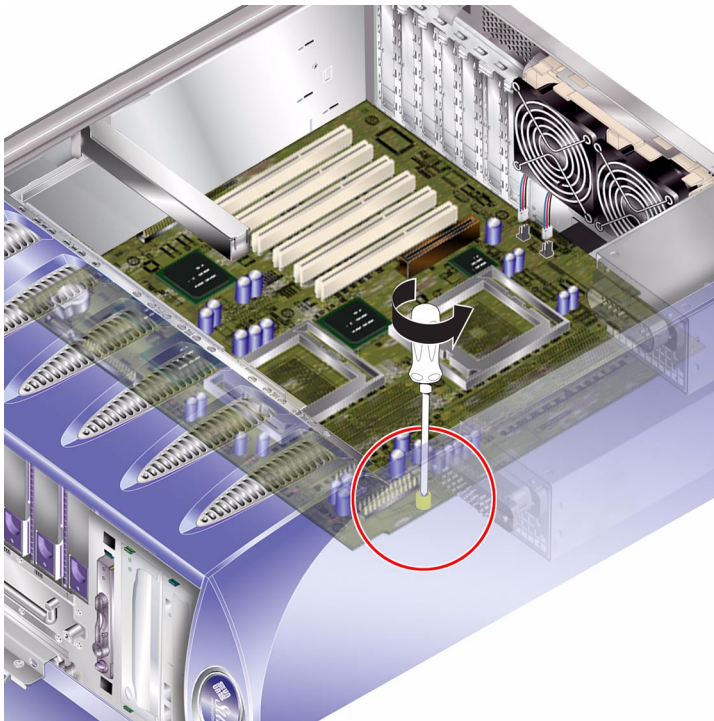

ABBILDUNG 1-22 Lage der Halteschraube der Systemplatine
11. **Lösen Sie die Halteschraube der Systemplatine. Siehe ABBILDUNG 1-22.**